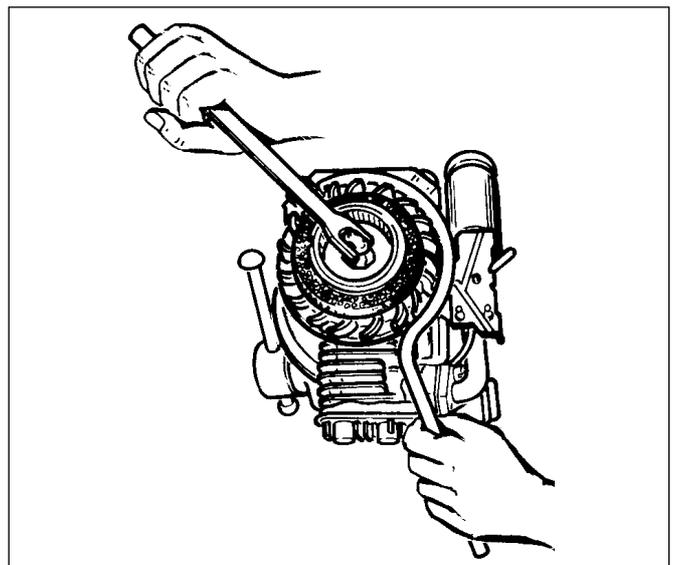

Abb. 3
- Entfernen Sie die Schwungradmutter und die Starterschale Halten Sie das Schwungrad mit einem Bandschlüssel (Werkzeug-Nr. 670305) oder einem Schraubenschlüssel (Werkzeug-Nr. 670217), um ein Durchdrehen des Schwungrads zu vermeiden (Abb. 3).